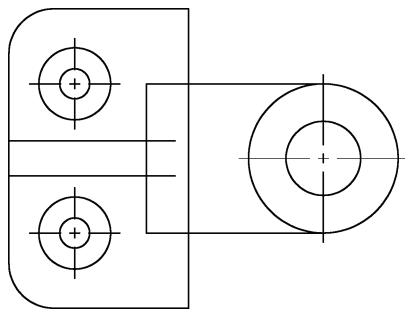

图 3-54 绘制中心线
20) 执行“过孔的十字中心线”命令 (amcencrinhole), 为图中圆添加相关中心线, 如图 3-54所示。